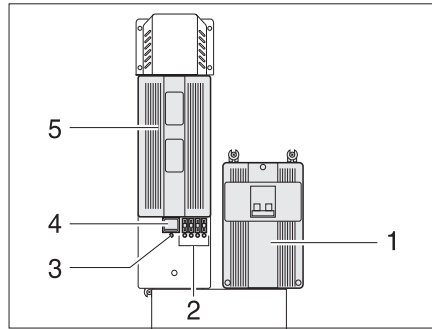
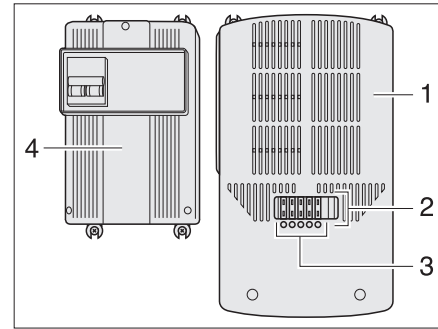

Fig. 90 Fuente de alimentación (tipo I)
Fig. 91 Fuente de alimentación (tipo II)
La fuente de alimentación (Fig. 90,5 ó Fig. 91,1) está montada junto al fusible automático de 230 V (Fig. 90,1 ó Fig. 91,4).
En la fuente de alimentación están integrados un interruptor principal (Fig. 90,4) (sólo tipo I), varios fusibles (Fig. 90,2 ó Fig. 91,2) y una protección contra sobrecargas. Un fusible defectuoso o un cortocircuito en el circuito eléctrico se indican por medio de un LED que se ilumina de color rojo debajo del fusible (Fig. 90,2 ó Fig. 91,3).
- Presionar la parte inferior del interruptor principal (Fig. 90,4): Posición "ON". El LED verde (Fig. 90,3) se ilumina si hay contacto con una tensión de 230 V.
- Presionar primero la parte superior del interruptor principal (Fig. 90,4): Posición "OFF".